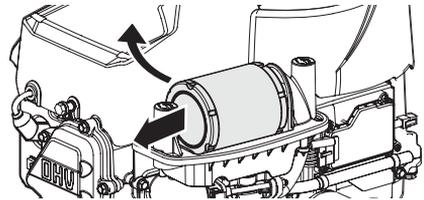

Figura 9
- Tire hacia arriba en un ángulo y luego remitir a quitar el filtro de aire (Figura 9).